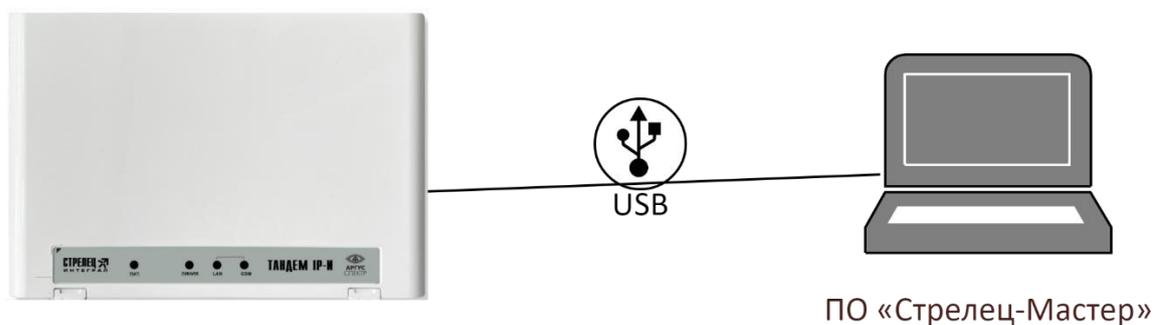

Рисунок 6.15
6.2.1 Подключение ПК к КСГ через порт USB прибора (Рисунок 6.15)